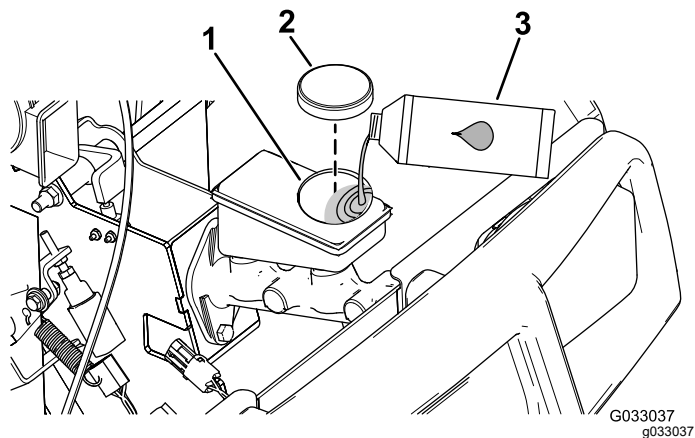

Figura 51
4. Sollevate il cofano per avere accesso al cilindro del freno principale e al serbatoio (Figura 51).
- A. Pulite l'area intorno al tappo del serbatoio e togliete il tappo (Figura 51).
C. Montate il tappo sul serbatoio (Figura 51).